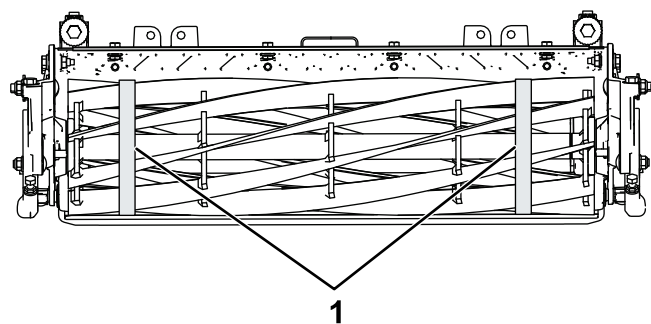

図 25
3. 直径測定テープを使って、リールの両端の外径を測定します (図 25)。両端の間の外径の差は 0.250 mm 未満である必要があります。差がこれよりも大きい場合には、研磨を行って真の円筒に戻す。